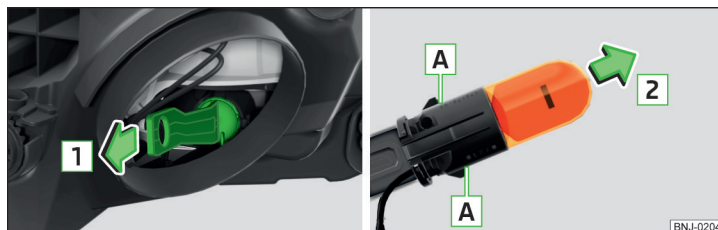

Fig. 304 Înlocuirea becului luminii de semnalizare
- › Scoateți dulia împreună cu becul, prin mișcări pendulatorii, în sensul săgeții **1** » fig. 304.